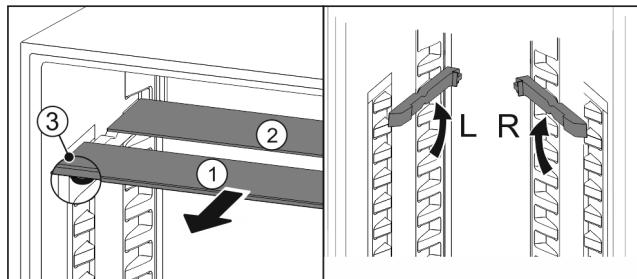

Fig. 114
- По одной извлеките Fig. 114 (1) стеклянные панели движением вперед.
- Стеклянная панель Fig. 114 (1) с декоративной планкой лежит спереди.
- Стопоры Fig. 114 (3) показывают вниз.